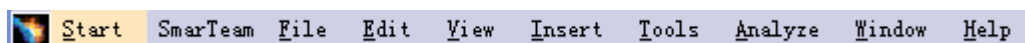

图 1-2 菜单栏
(1) 窗口标题栏 显示正在设计的零件标题。
(2) 树状目录 用树形结构化的目录来显示历史特征记录。
(3) 菜单栏 如图 1-2 所示，主要包括 Start (开始)、Smar Team (Smar Team 系统)、File (文件)、Edit (编辑)、View (查看)、Insert (插入)、Tools (工具)、Analyze (分析)、Window (窗口) 和 Help (帮助)。